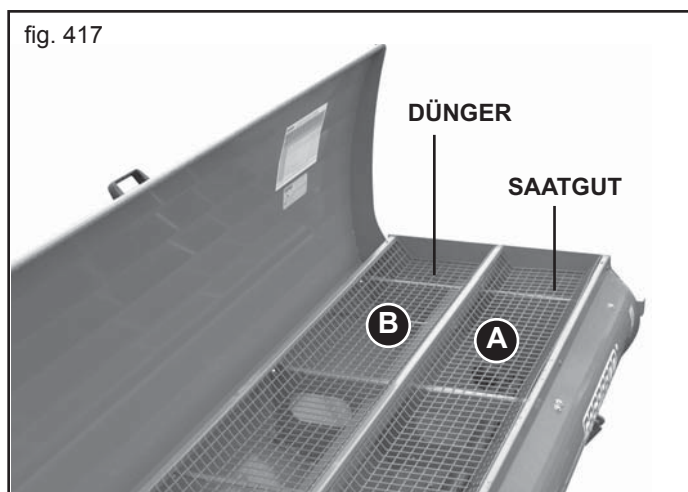

fig. 417
Der Trichter für die Kombinationsverteilung ist in zwei Kammern (Abb. 417) unterteilt: Die obere Kammer (A) ist für das Saatgut und die vordere (B) für den Dünger. Auf diesem ist auch ein Netz für die Entfernung eventueller Fremdkörper und Verklumpungen vorhanden, die den Dosiermechanismus beschädigen könnten. Jede Kammer verfügt über eine separate Steuerung für die Dosierung des Saatgutes und des Düngers.